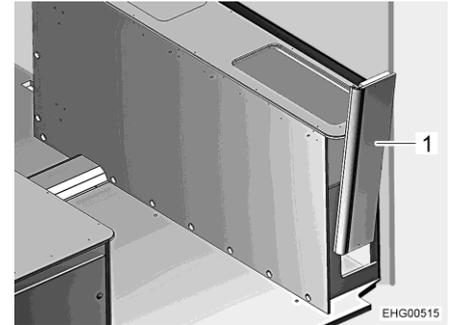

Fig. 118 Cassone letto a destra, pannello laterale
- Rimuovere il pannello laterale (Fig. 118,1) verso l'alto scuotendolo leggermente.